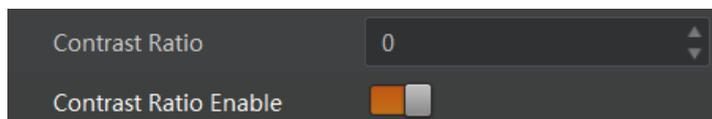

图10-26 对比度设置
2. 在 *Contrast Ratio* 参数中输入需要设置的数值，参数范围为 0 ~ 100，如图 10-26 所示。